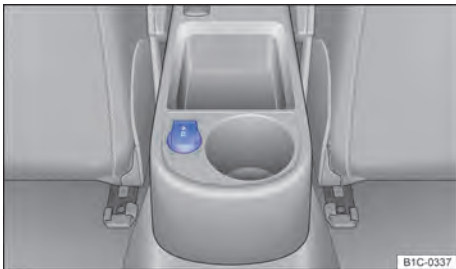

Fig. 99 Tomada 12 V no console central traseiro.
- No console central traseiro ⇒ Fig. 99.